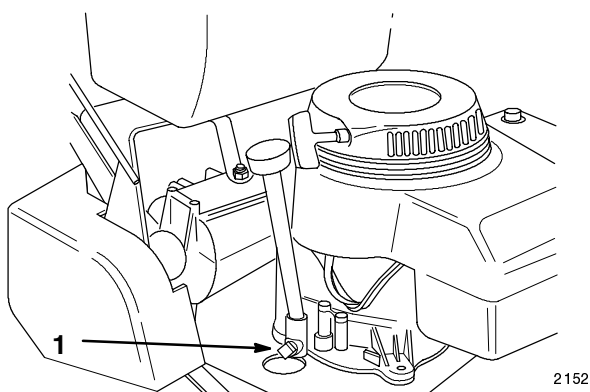

Abbildung 21
3. Eine Schale unter die Ölablaßöffnung stellen. Den Ölablaßverschluß abnehmen (Abb. 21).